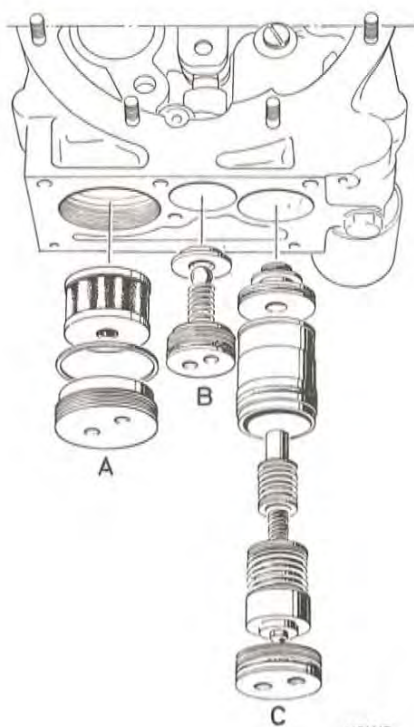

Bild 33. Montering av finfilter (A), oljepumpens backventil (B) samt reducerventil (C)
1. Montera finfiltret. Montera även reducentventilsdelar i följande ordning: ändbricka, cylinder, mindre kolvenhet, lågtrycksfjäder, större kolvenhet och propp, se bild 33.